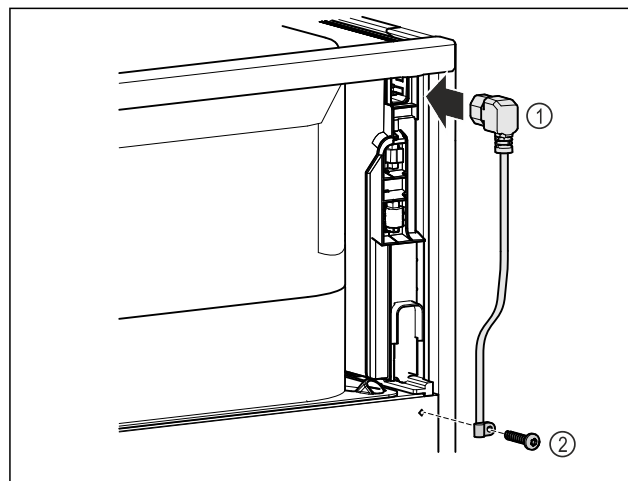

Fig. 75
- Au dos de l'appareil, brancher la prise pour appareil froid du câble d'alimentation Fig. 75 (1).
- Monter le serre-câble. Fig. 75 (2)